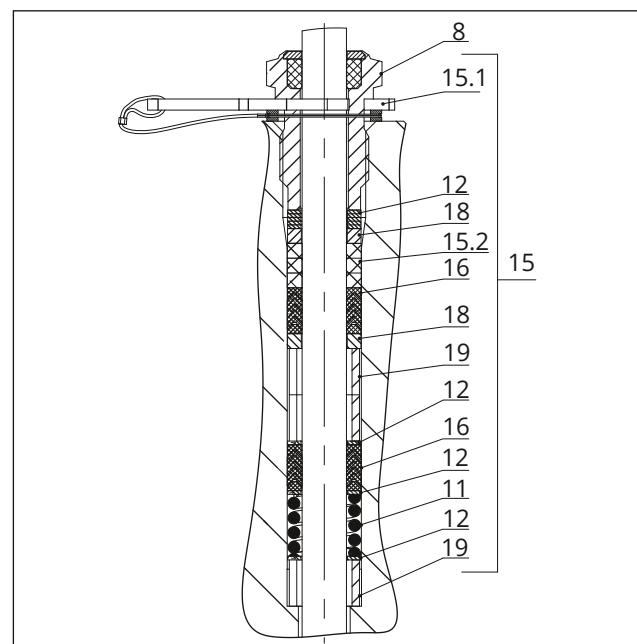
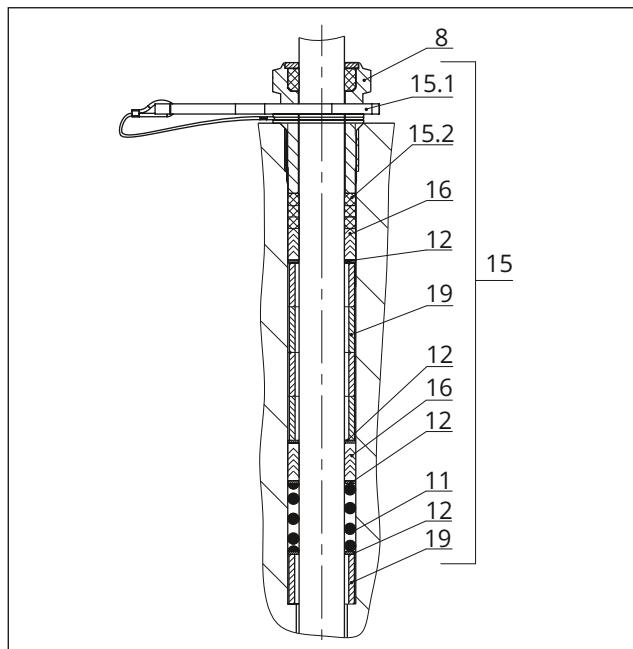

Fig. 26: Empanque ADSEAL: DN 15 a 40/NPS 1/2 a 1 1/2
Fig. 27: Empanque ADSEAL: DN 50 a 100/NPS 2 a 4
2. Deslize cuidadosamente as peças de empanque sobre a haste do obturador para dentro da câmara do empanque utilizando uma ferramenta adequada. Observe a sequência correta (consulte a Fig. 26 ou a Fig. 27).
4. Insira o anel espaçador vermelho (15.1) entre o casquilho roscado (8) e o anel de retenção (consulte a Fig. 26 ou a Fig. 27).
16. Deslize cuidadosamente as peças de empanque sobre a haste do obturador para dentro da câmara do empanque utilizando uma ferramenta adequada. Observe a sequência correta (consulte a Fig. 25 ou a Fig. 26 e a Fig. 27).
17. Pressione firmemente o obturador (5) na sede (4). Fixe o flange (2) com as porcas do corpo (14). Aperte as porcas gradualmente num padrão cruzado. Respeite os binários de aperto.
18. Enrosque o casquilho roscado (8) e aperte-o. Respeite os binários de aperto.
19. Coloque a arcada (3) no flange (2) e aperte com a porca castelo (92).
20. Aperte frouxamente a contraporca (10) e a porca (9) na haste do obturador